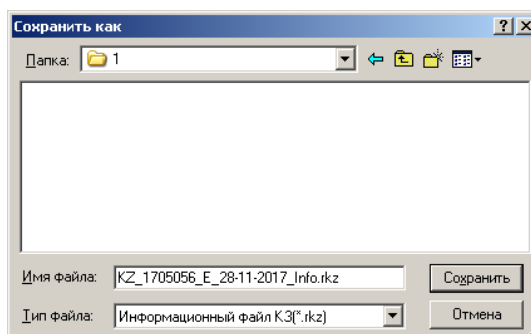

Рис.2
2.2.2 Выбрать пункт меню «Получить информационные данные для обновления». Сохранить информационный файл с именем «KZ_№ ключа/_тип ключа/_info_/дата.rkz» в выбранной директории (пример: KZ_1705056_E_info_28112017.rkz), рис.2.